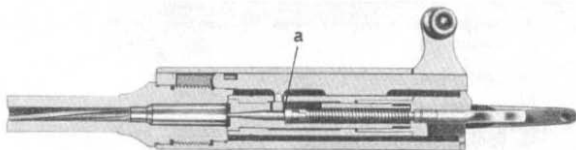

Figure 23
8. Jeu entre la bouterolle du verrou et la tête du percuteur (dispositif de percussion désarmé). Presser sur l'arrêt de la culasse (Figure 23)